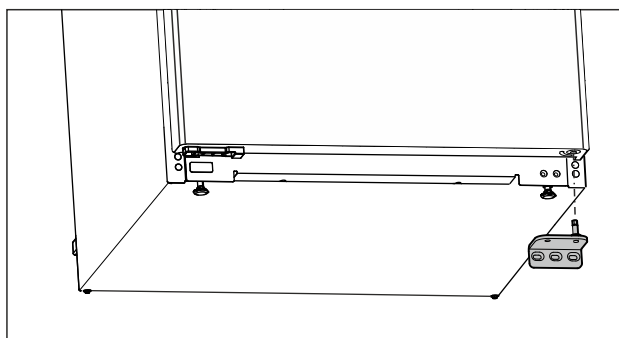

Fig. 16
- ▶ Tag hængslet af nedefter. (se Fig. 16)